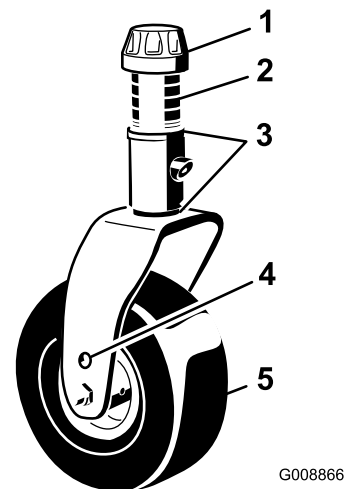

Bild 16
- Entfernen Sie die Spannkappe von der Spindelwelle (Bild 16) und ziehen die Spindel aus dem Laufradarm heraus. Ziehen Sie zwei Beilagscheiben (3 mm) so auf die Spindelwelle, wie sie ursprünglich montiert waren. Diese Beilagscheiben sind erforderlich, um alle Mähwerke über die Breite auf ein Niveau zu bringen. Ziehen Sie die erforderliche Anzahl von 13-mm-Distanzstücken (siehe die nachstehende Tabelle) auf die Spindelwelle, um die gewünschte Schnitthöhe herbeizuführen; ziehen Sie dann die Scheibe auf die Welle auf.